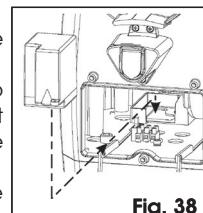

Fig. 38
- Plaats de kit voor de batterijen links van de transformator, zie Fig. 38.